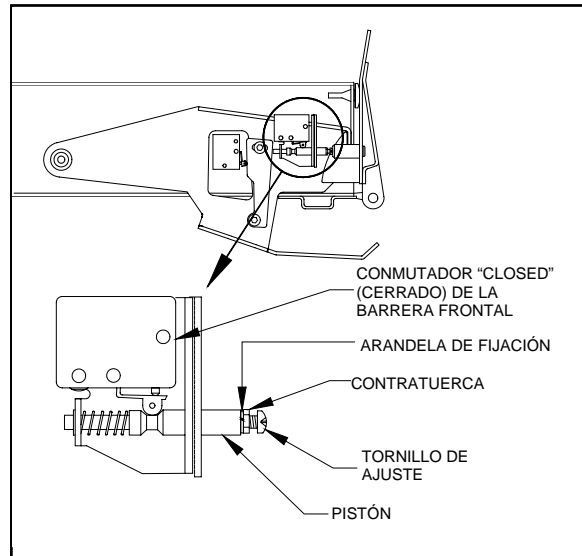

FIGURA 4-7: AJUSTE DEL CONMUTADOR "CLOSED"
- 6) Consulte la **Figura 4-7**. Ajuste el conmutador "Closed" (Cerrado) aflojando la contratuerca y girando el tornillo de ajuste que sobresale del extremo del pistón. La vista ampliada muestra la posición del pistón cuando la barrera frontal está abierta. El pistón deberá desplazarse a la posición que se muestra en la vista superior cuando la barrera frontal está cerrada. Ajuste el tornillo de forma que el rodillo del conmutador esté en el diámetro exterior del pistón cuando la barrera frontal está cerrada. Vuelva a apretar la contratuerca.